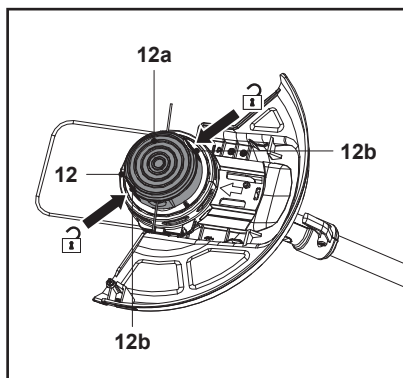

Fig. 24
2. Ține bine capul de tăiere (12) cu o mână. Apasă clemele de eliberare (12b) de pe ambele părți, apoi ridică și scoate capacul (12a) (fig. 24).